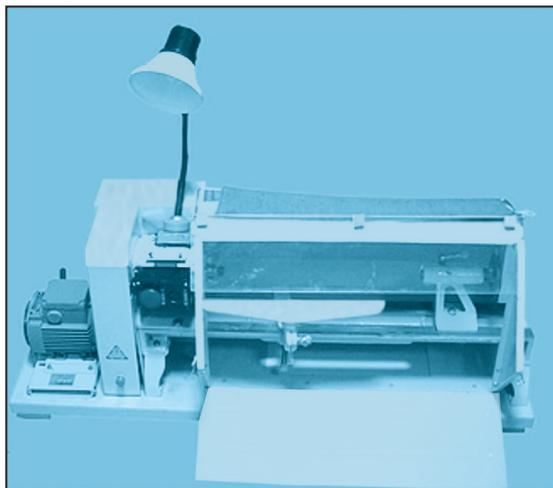

Рис.60. Токарный станок STD-120.
В число основных узлов токарного станка типа STD-120 по обработке дерева входят станина (1), передняя бабка (2), задняя бабка (3), подпорка (4), а также долбящее приспособление (5), при помощи которого выполняются работы по выдалбливанию-продырявливанию материалов (рис.60).